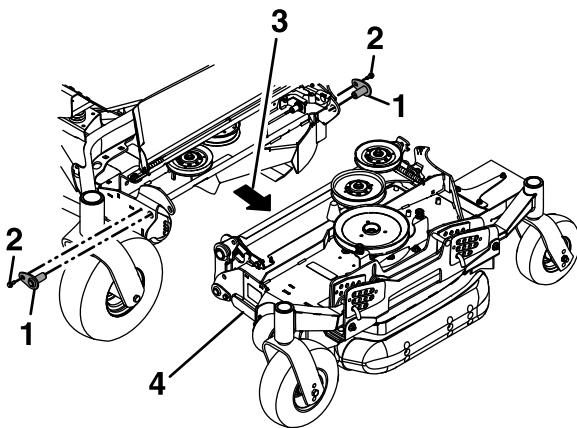

Figura 85
- Retire y guarde los pernos que sujetan los pasadores de giro superiores a la carcasa, y luego retire los pasadores de giro (Figura 85).
13. Tire de la carcasa lateral hacia fuera para separarla de la carcasa central (**Figura 85**).
Alinee e instale los pasadores de giro superiores en la parte delantera y trasera de la carcasa, y sujetelos con los pernos que se retiraron anteriormente (**Figura 85**).